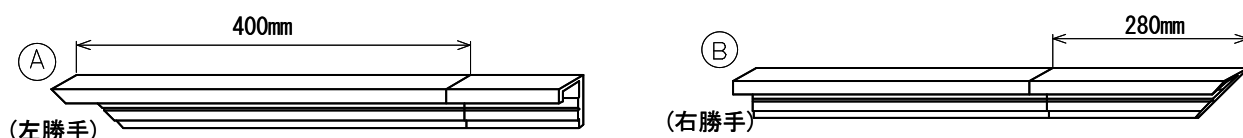

図14-1
①2種類の見切り部材を所定の長さにカットしてください。(図14-1)